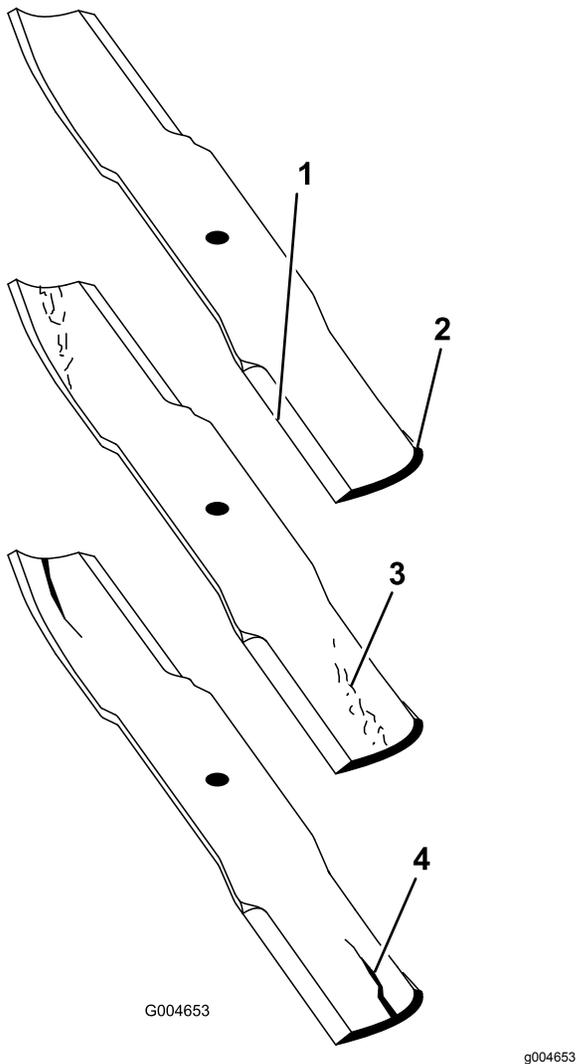

Figura 125
2. Examine cuidadosamente as extremidades da lâmina, prestando especial atenção à zona onde se encontram as partes curvas e planas da lâmina (Figura 125).
Nota: A areia e os materiais abrasivos podem desgastar o metal entre as partes plana e curva da lâmina; por isso, verifique a lâmina antes de utilizar a máquina. Se der conta de desgaste (Figura 125), substitua a lâmina.